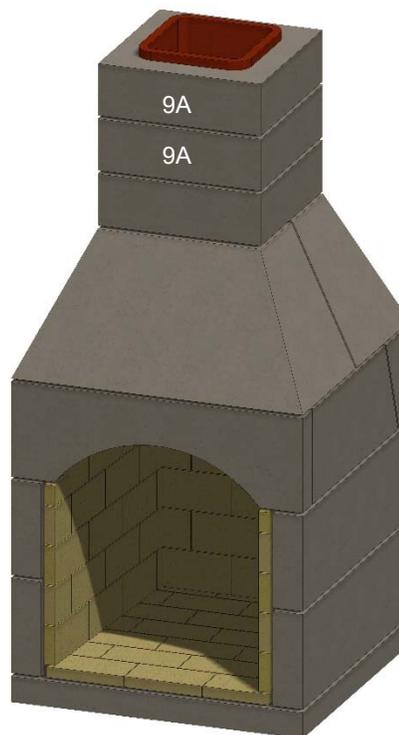

Figure 21. Cheminée complète
N. Installez les autres sections de cheminée (9A) en les enrobant complètement de mortier et en comblant l'espace entre les tuiles d'argile de chaque section. Parguez les joints pour créer une transition douce entre chaque section de cheminée. Remarque z que si une tuile est ébréchée ou légèrement hors d'équerre, elle peut être utilisée à condition que les joints soient remplis et lissés avec du mortier haute température. Voir la Figure 21.